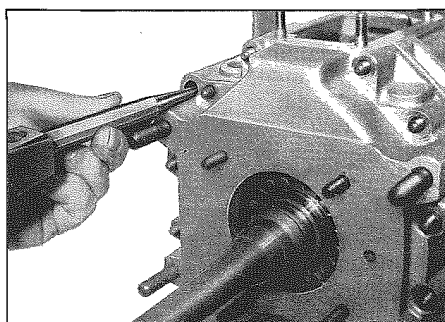
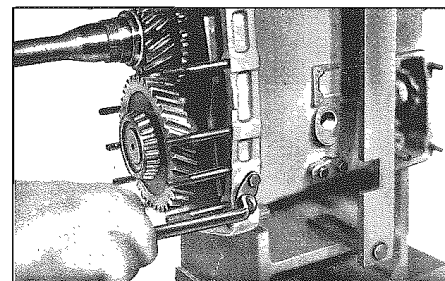

Fig. 13 - Espellere le due spine
Fig. 15 - Svitare le viti
- Espellere le due spine di registro (110) (Fig. 13).
- Svitare i dadi (102) dalla parte anteriore della scatola (109) ed alzare la parte anteriore della scatola (14).
- Svitare le viti a testa esagonale (612) (Fig. 15) ed estrarre dalla scatola i perni (613 e 619). Per tale operazione conviene inclinare il cavalletto di montaggio n. 1 in modo che l'albero presa diretta sia rivolto verso l'alto e guidare le forcelle di comando in modo da evitare piegature.
- Knock-out two set pins (110) (Fig. 13).
- Unscrew hex. screws (612) (Fig. 15) and pull joint pin (613 and 619) out of housing. It will be of advantage to tilt transmission with assembly stand 1. so that the input shaft pointing upwards and the shift forks are slightly guided to prevent canting.